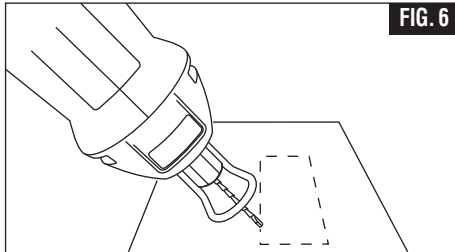

FIG. 6
Étape 3 : tout en continuant à tenir fermement l'outil, insérez l'embout dans le matériau à un angle de 45° (Fig. 6).